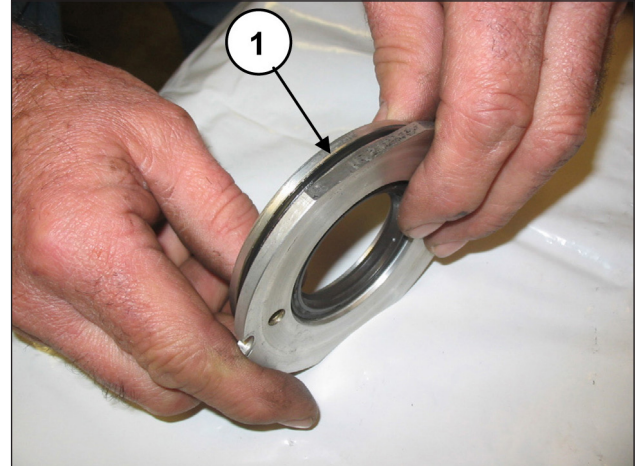
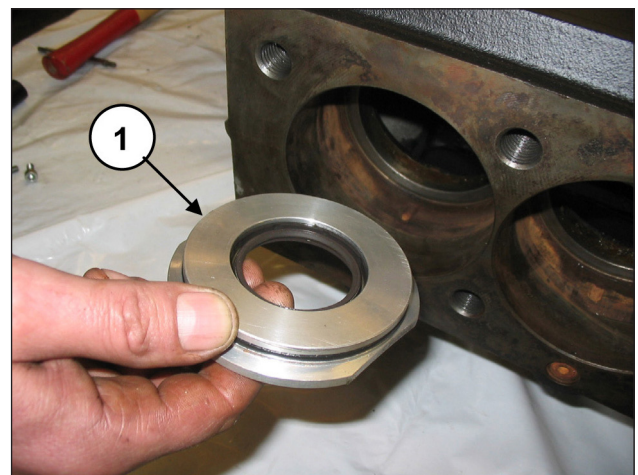

Fig. 130
Fig. 131
Placer le joint torique (rep. ①, Fig. 130) dans le siège du couvercle du joint d'huile et insérer le groupe assemblé dans le siège prévu à cet effet sur le carter (rep. ①, Fig. 131).